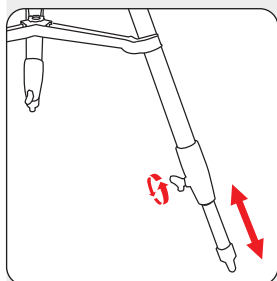

Fig. 5: statiefpoten uitschuiven
2. Draai de vleugelschroeven (6) van de statiefpootklemmen (5) los en trek de onderste statiefpootdelen (7) tot de gewenste lengte uit. Draai de vleugelschroeven daarna weer vast (Fig. 5).